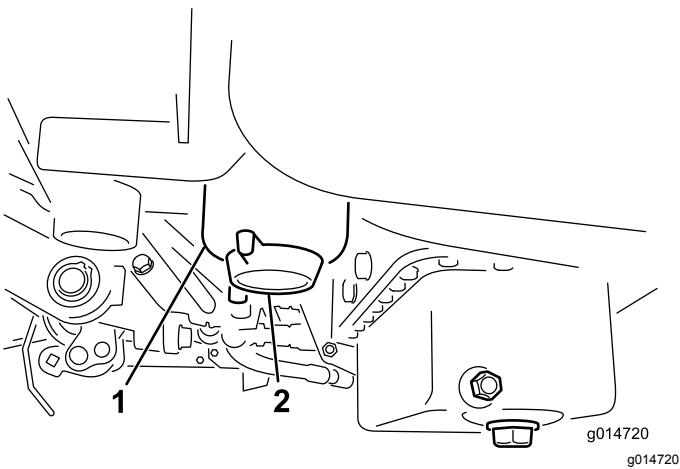

Figura 32
2. Limpe a zona de montagem do recipiente do filtro (Figura 32).
4. Abra o tampão de escoamento do filtro (Figura 32).